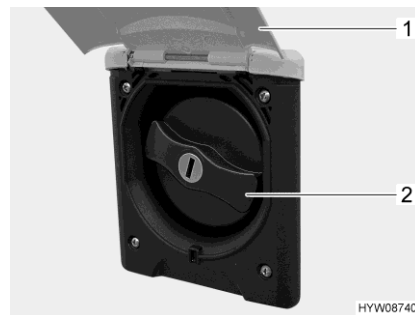

Fig. 128 Tapa de cierre (tubo de llenado de agua potable)
- Girar hacia arriba la trampilla exterior (Fig. 128,1).
- Girar la tapa de cierre azul (Fig. 128,2) un cuarto de vuelta.